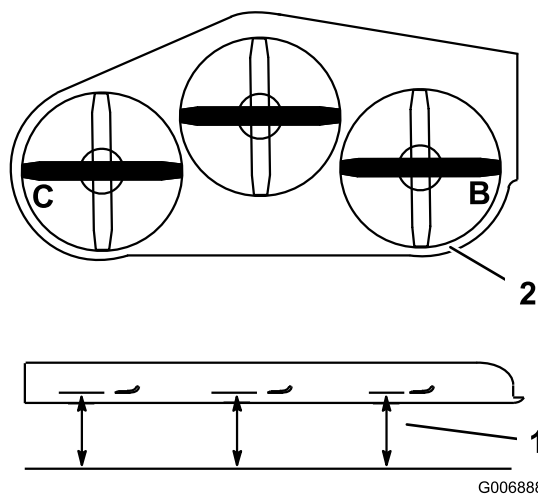

Figure 84
4. Mesurez la distance aux points **B** et **C** entre une surface plane et le bord coupant des pointes des lames (Figure 84).